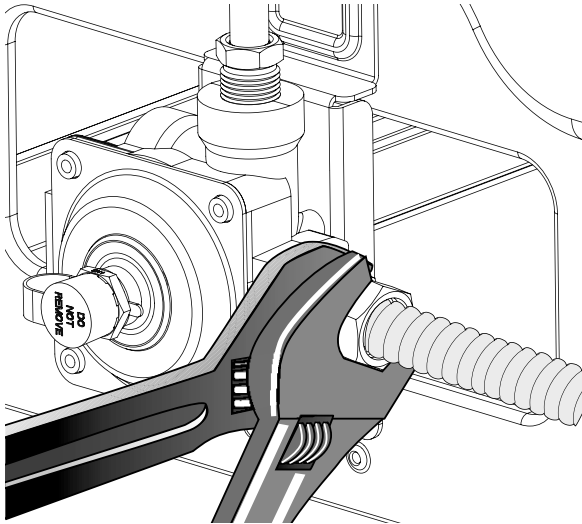

Fig. 10
- c. Serrez le raccord d'alimentation en gaz ou la conduite de l'appareil en le branchant à l'adaptateur de raccord-union qui se trouve du côté droit du détendeur (voir fig. 10) SANS SERRER À PLUS DE 15 pi/lb. Veillez à stabiliser le raccord-union évasé de 1,3 cm (1/2 po) au moyen d'une clé à molette avant d'effectuer le serrage des raccords de l'alimentation en gaz ou de la conduite de l'appareil.